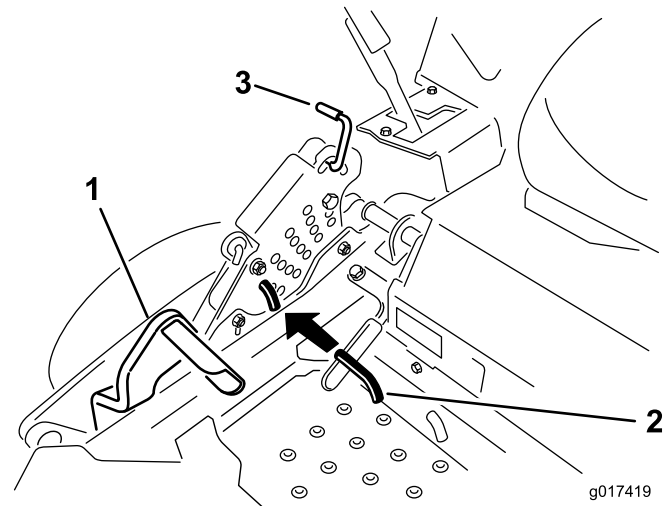

Figura 72
5. Empuje el pedal de elevación de la carcasa hacia delante del todo; la carcasa se enganchará en la posición de transporte de 14 cm (5½") (Figura 72).